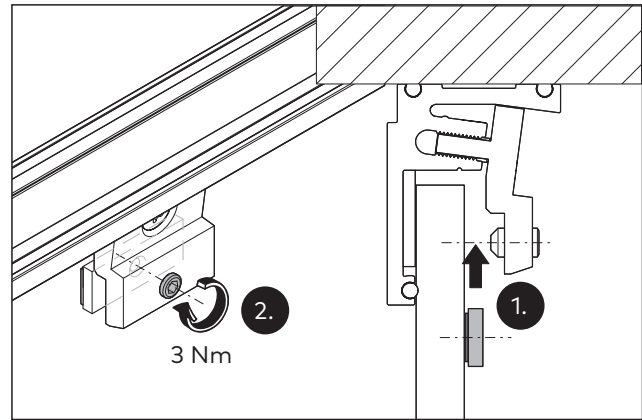

Abb. 10 Die Klemmplatten einsetzen
7. Die Klemmplatten mit den Zwischenlagen auf das Glas in die Oberlicht-Klemmstücke einsetzen (Abb. 10/1).
8. Der Gewindestift muss die Senkung der Platte treffen. Wenn der Gewindestift die Senkung der Platte trifft, den Gewindestift anziehen (Abb. 10/2).